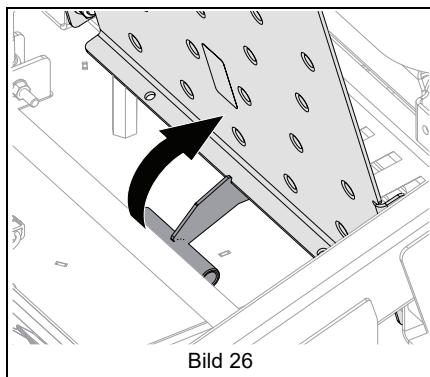

Bild 26
3. Dra i förbikopplingshandtaget och sätt fast i urtaget på fotplattan. Se Bild 26.